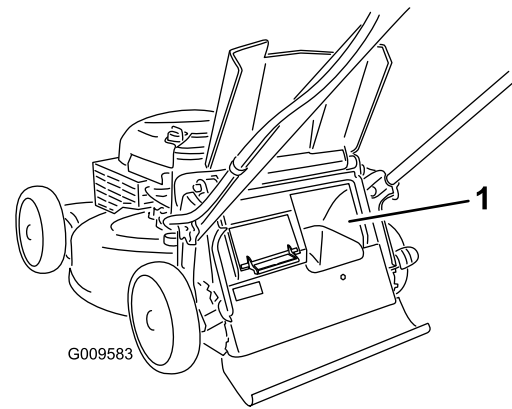

Рисунок 22
**Внимание:** Для обеспечения надлежащей работы, прежде чем передвигать рычаг включения сбора в мешок из одного положения в другое, удалите всю скошенную траву и мусор из дверцы для сбора в мешок и окружающего проема (Рисунок 22).